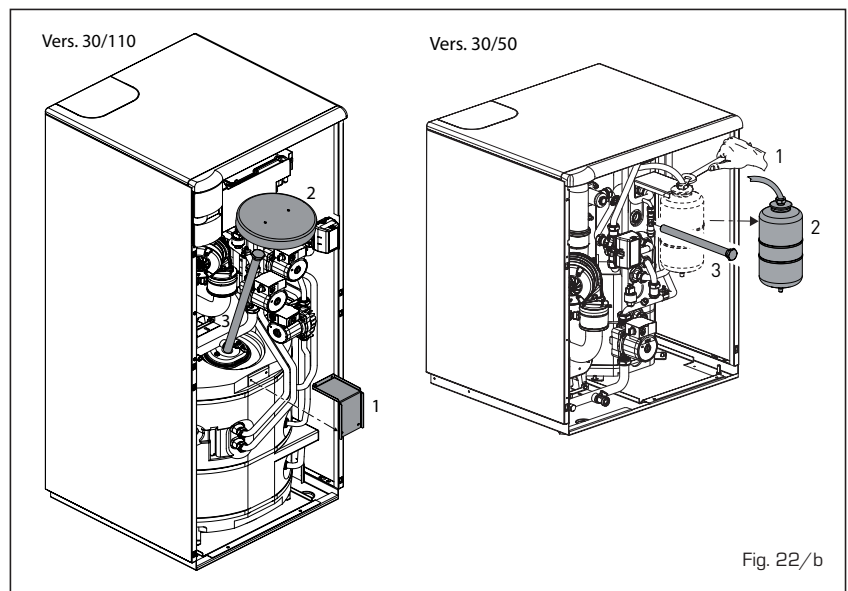

Fig. 22/b
4.4.6 Diagnostic et solutions pompe WILO-YONOS PARA PWM (fig. 22/c)